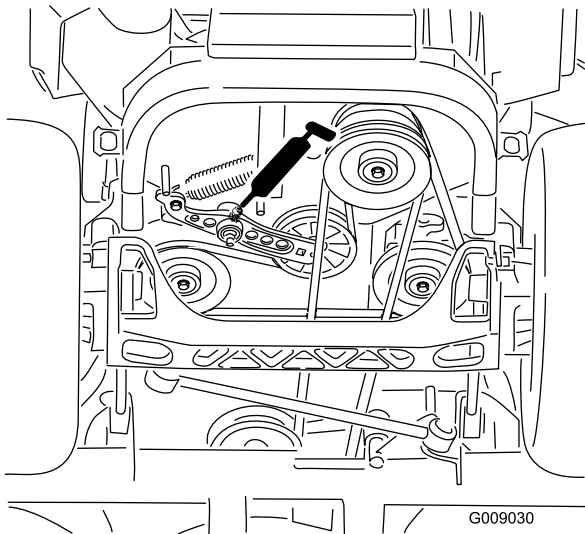

Figura 47
6. Engrase el brazo tensor de la correa de transmisión (Figura 47).